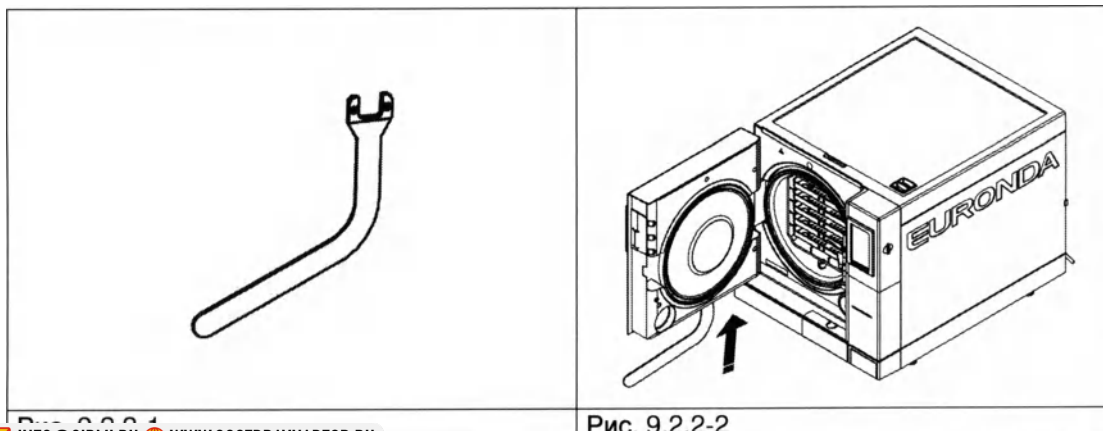

Рис. 9.2.2-2
2. Вставьте регулировочный ключ (поставляется в комплекте, рис. 9.2.2-1) в зазор под дверцей (Рис. 9.2.2-2).